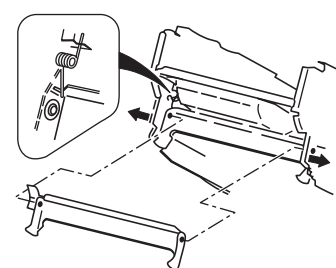

Рис. 6. Снятие блокирующей пластины
8. Снимите блокирующую пластину аппарата, открутив два винта (рис. 6).